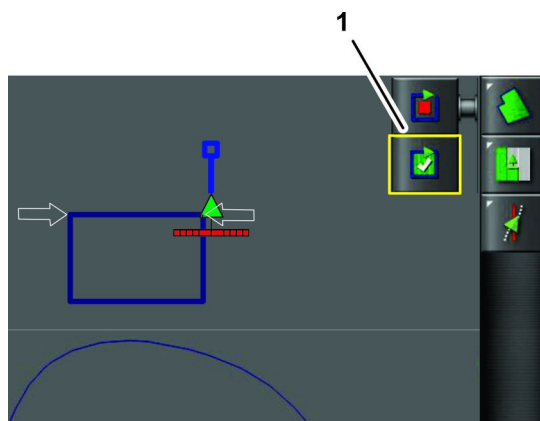

Figura 50
6. Allineate la parte centrale esterna dello pneumatico anteriore sinistro con l'ultimo punto, quindi fermate la macchina (Figura 50).
7. Premete l'icona COMPLETA REGISTRAZIONE DEL CONFINE DEL CAMPO (Figura 50).